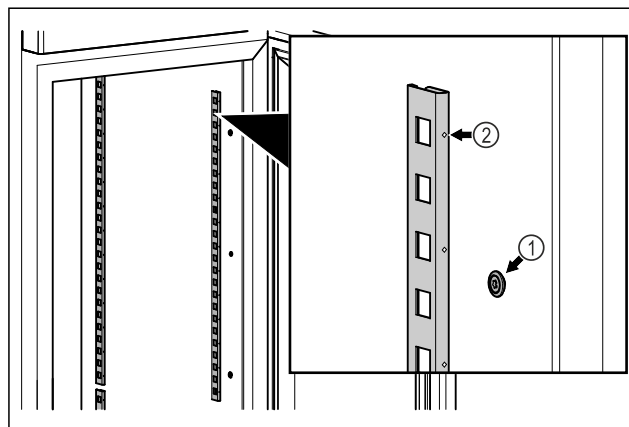

Fig. 85 Eksempelfremstilling
- Hekt sperrelistene inn i opphenget Fig. 85 (1). Markeringen Fig. 85 (2) må peke fremover.